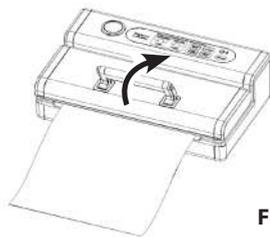

Fig.9
7. Il confezionamento a vuoto è terminato. Sbloccare la maniglia per aprire il coperchio e rimuovere i sacchetti confezionati (fig.9).